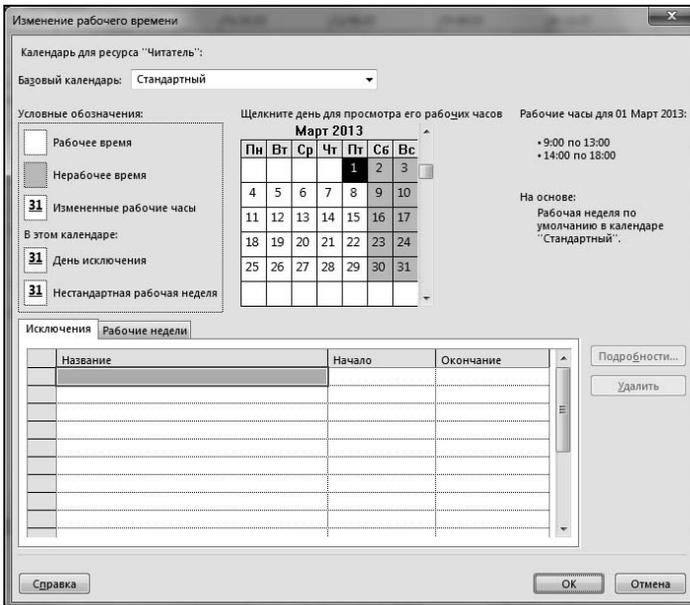

Рис. 4.54. Окно изменения рабочего времени ресурса
- Нажатие кнопки **Изменить рабочее время** позволяет управлять рабочим временем ресурса (рис. 4.54). Для ресурса в раскрывающемся списке **Базовый календарь** можно выбрать базовый календарь или сформировать индивидуальный календарь с помощью остальных элементов управления.